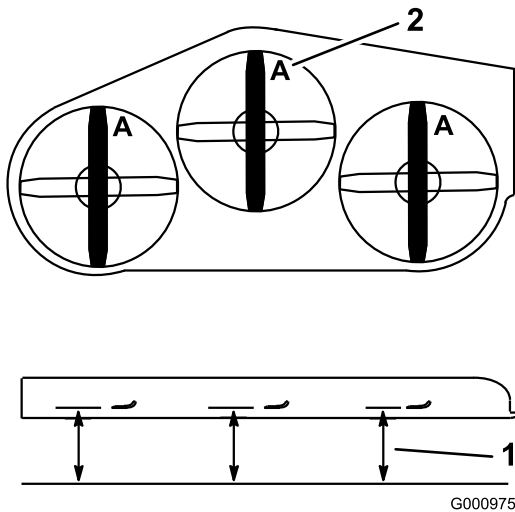

Figure 85
3. Tournez les lames dans le sens longitudinal (Figure 85). Mesurez la distance entre la surface plane et le tranchant (position **A**) des lames (Figure 85). Notez cette valeur.